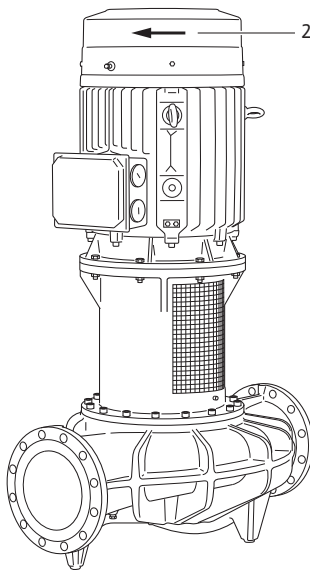

Fig. 47: Verificar o sentido de rotação
- Verificar, ligando brevemente, se o sentido de rotação coincide com a seta situada na cobertura de ventilação (ver Fig. 47, pos. 2). Se o sentido de rotação estiver errado, proceder da seguinte forma: